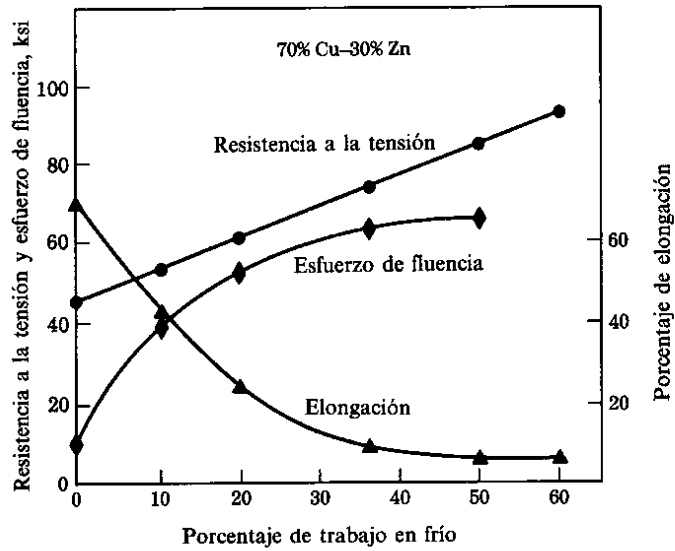

Figura 1.- Variación de algunas propiedades mecánicas en función del porcentaje en frío del latón Cu+ 30 Zn (porcentaje en peso)
a) ¿Qué cantidad de trabajo en frío debe soportar la varilla (ver figura 1)
11.- Una varilla de latón Cu + 30 Zn (porcentaje en peso) debe tener una resistencia a la tensión de 60 ksi y un diámetro final de 0.230 pulg. a) ¿Qué cantidad de trabajo en frío debe soportar la varilla (figura 1).
12.- En la figura 1 se muestra un diagrama esfuerzo-deformación real para un material policristalino.